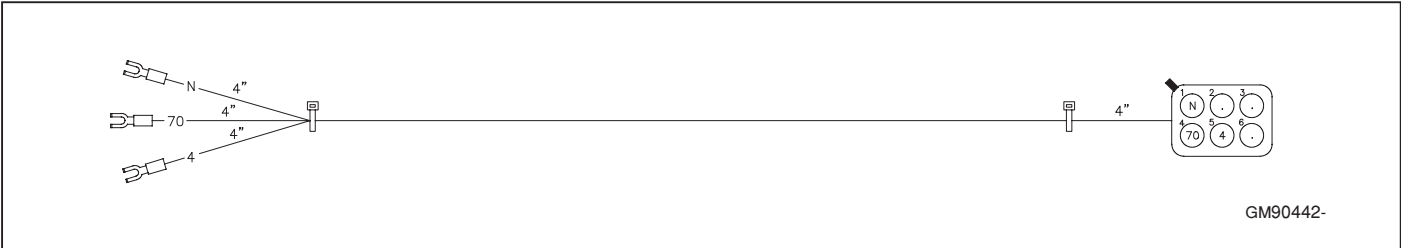
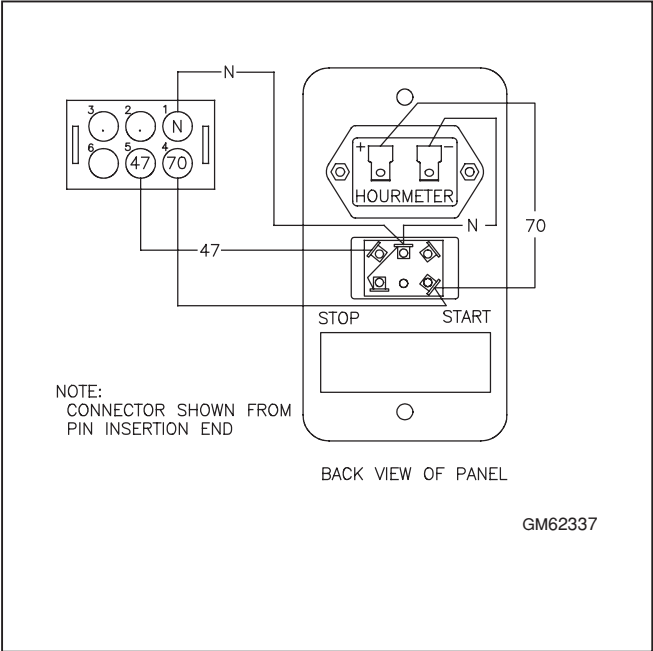
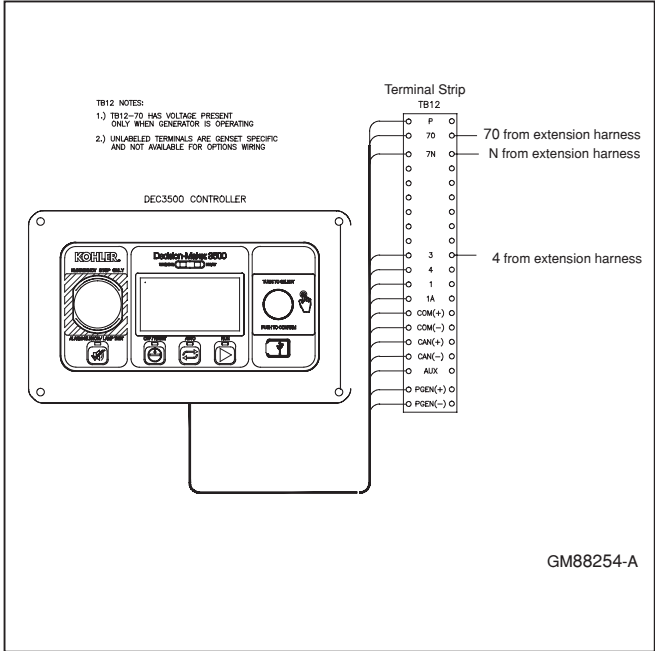

図 6 エクステンションハーネス（別売）
図 7 パネル配線図
図 8 ターミナルブロック 12 接続図
コントロールパネルの電気配線に関しては図 7 に記載されています。
- 2-3. 図 6 と図 7 を参照してエクステンションハーネスの 6 ピンコネクタをリモートコントロールパネルの 6 ピンコネクタへ接続します。
- 2-4. エクステンションハーネスのリード終端部を発電機のジャンクションボックス内部にあるターミナルブロック 12 のターミナルストリップへ繋ぎ込みます。図 4、図 6、図 8 を参照してください。